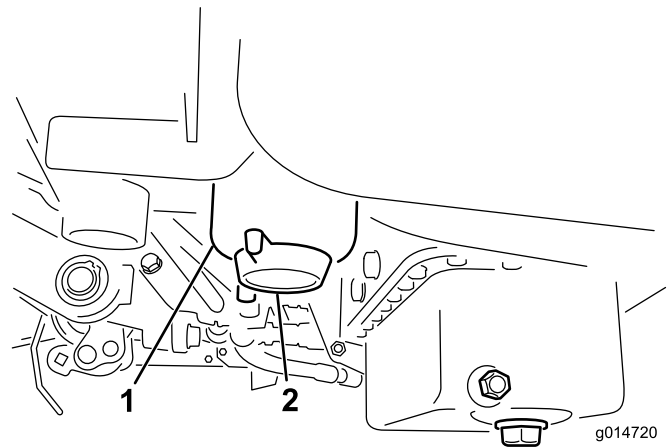

Figura 50
2. Limpie la zona de montaje del cartucho del filtro (Figura 50).
4. Abra el tapón de vaciado del filtro (Figura 50).